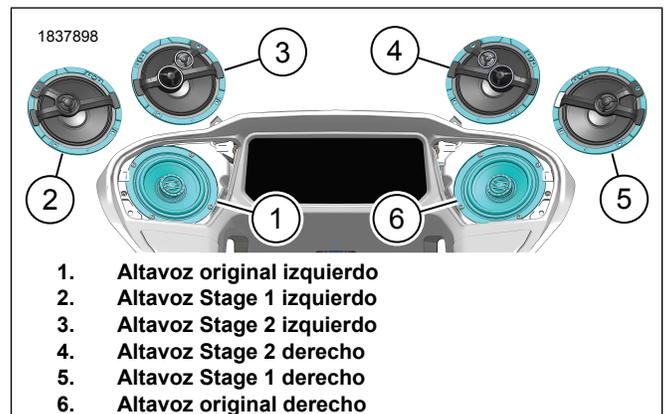

Figura 4. Orientación de los altavoces (Típico)
1. Figura 4 Oriente el altavoz Stage I (2, 5) o II (3, 4) como se muestra.